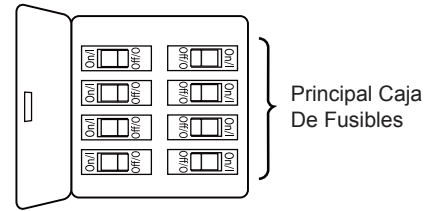

Figura 1
Uso de perfil bajo (Figura 1)
1. Extraiga la pieza de la bola colgante de la unidad de la bola colgante / varilla aflojando el tornillo de presión de la bola colgante hasta que la bola se libere de la varilla. Retire el pasador del barral y luego extraiga la semiesfera. Conserve el pasador y la semiesfera para su reinstalación en el paso 6. (Figura 1)
Para evitar una posible descarga eléctrica, asegúrese de cortar la alimentación eléctrica de la caja de fusibles principal antes de colgar el ventilador. (Figura 1)
Para evitar una posible descarga eléctrica, asegúrese de cortar la alimentación eléctrica de la caja de fusibles principal antes de alambrao el ventilador. (Figura 1)